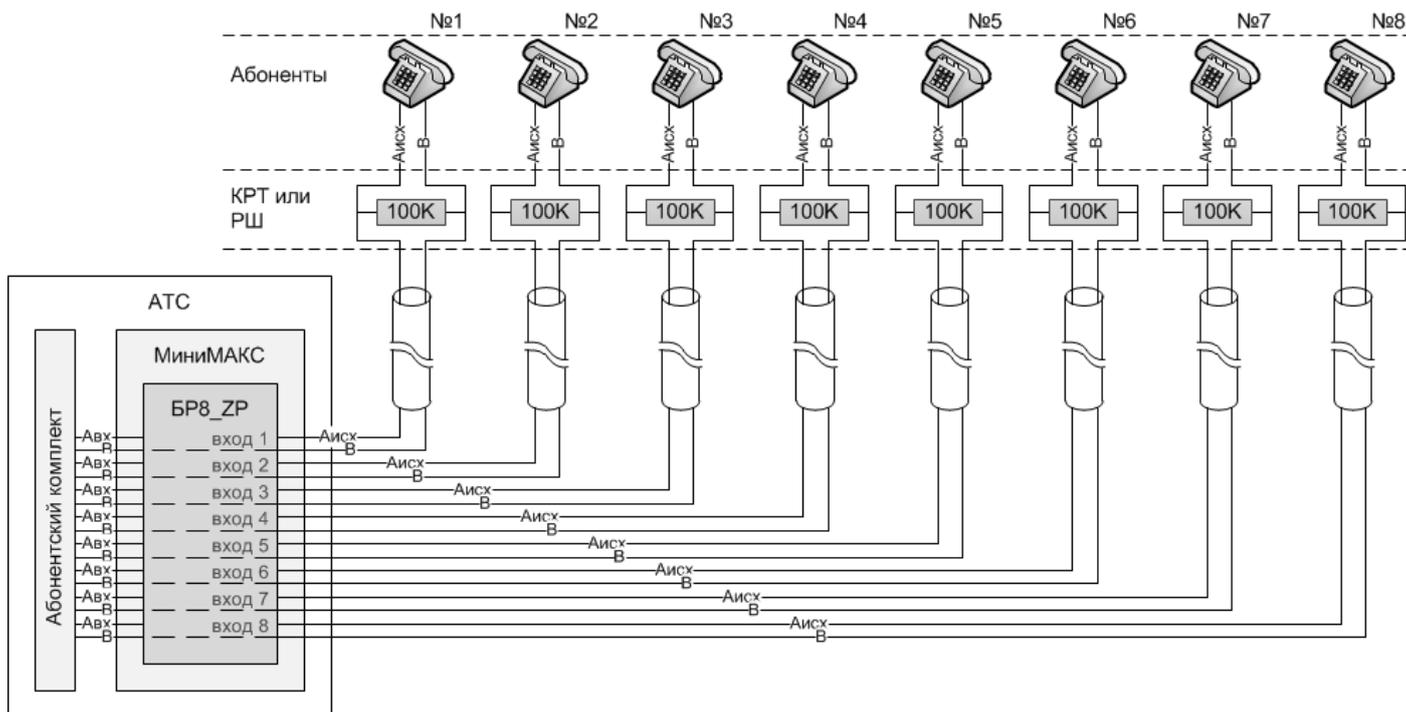

Рис.6.1. Условная схема контроля 8 кабелей по занятой паре
6.5. Модуль БР8_ZP подключается «в разрыв» одного провода между абонентским комплектом на АТС и собственно абонентом. На рис.6.1 показана схема подключения к БР8_ZP 8-ми абонентских линий. Один провод пары от абонентского комплекта нужно подключить к БР8_ZP (входящий «Авх», см. табл.6.1, а к абоненту пойдет и исходящий «Аисх» провод), второй провод пары подключать к БР8_ZP не обязательно, ООО Технотроникс. Т.200.01.10.032 РЭ МиниМАКС. Ред. 2.0. от 01.09.2021